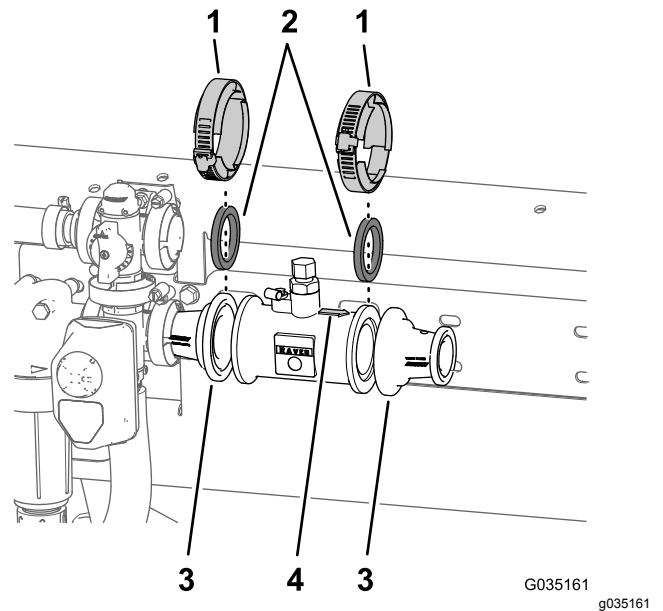

Figura 55
- A. Alinhe a junta (2-¼ pol.) que retirou no passo 2B de Retirar o tubo acoplador e o adaptador redutor \(página 20\) entre o fluxímetro e o adaptador do redutor que está instalado no lado direito da válvula de controlo principal (Figura 55).
- B. Monte sem apertar a junta, o fluxímetro e o adaptador do redutor (Figura 55) com um grampo flangeado (76 mm) que retirou no passo 2A de Retirar o tubo acoplador e o adaptador redutor \(página 20\).
- C. Alinhe a junta (2-¼ polegadas) e o adaptador do redutor que retirou no passo 2C de Retirar o tubo acoplador e o adaptador redutor \(página 20\) com a extremidade do fluxímetro para o qual a seta direcional aponta (Figura 55).
- D. Monte a junta, o fluxímetro e o adaptador do redutor (Figura 55) com uma braçadeira flangeada (76 mm) que retirou no passo 2A de Retirar o tubo acoplador e o adaptador redutor \(página 20\).